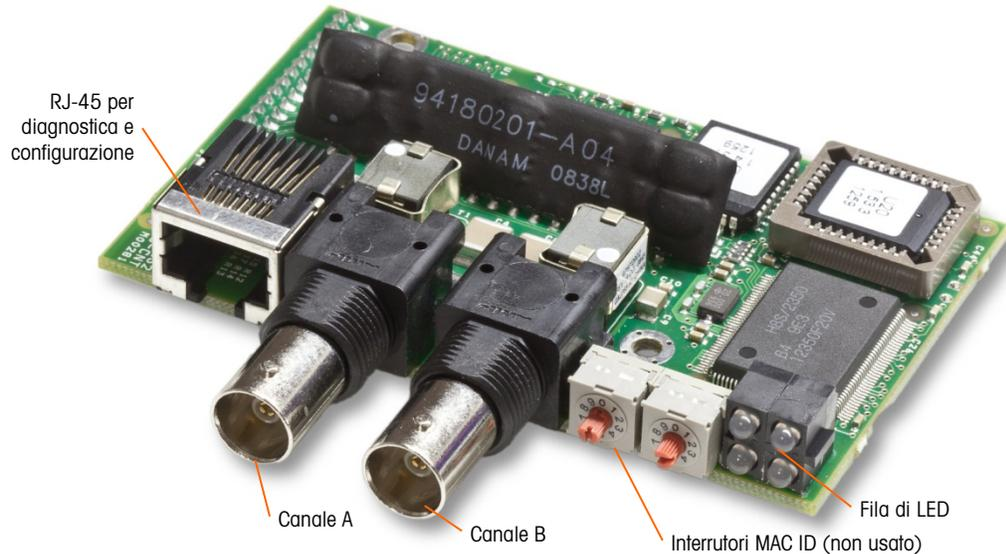
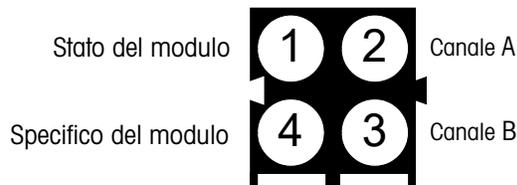

Figura A-99: Connessioni e componenti del modulo PLC ControlNet
Figura A-100: LED degli indicatori di stato ControlNet
Il modulo PLC ControlNet (Figura A-99) collega alla rete ControlNet attraverso uno o due cavi coassiali (Figura A-101). Il Canale B è ridondante con il canale A, e non viene utilizzato a meno che ControlNet non rileva alcun segnale sul canale A. Notare che l'indirizzo del modulo è impostato nel software, e gli interruttori MAC ID indicati in Figura A-99 non sono utilizzati.
- **Non** collegare un cavo Ethernet al connettore RJ-45 mostrato sulla sinistra della Figura A-99. Si potrebbe danneggiare l'unità IND780.
La Figura A-100 mostra la matrice dell'indicatore di stato dei LED sulla scheda ControlNet (vedere anche la Figura A-99).